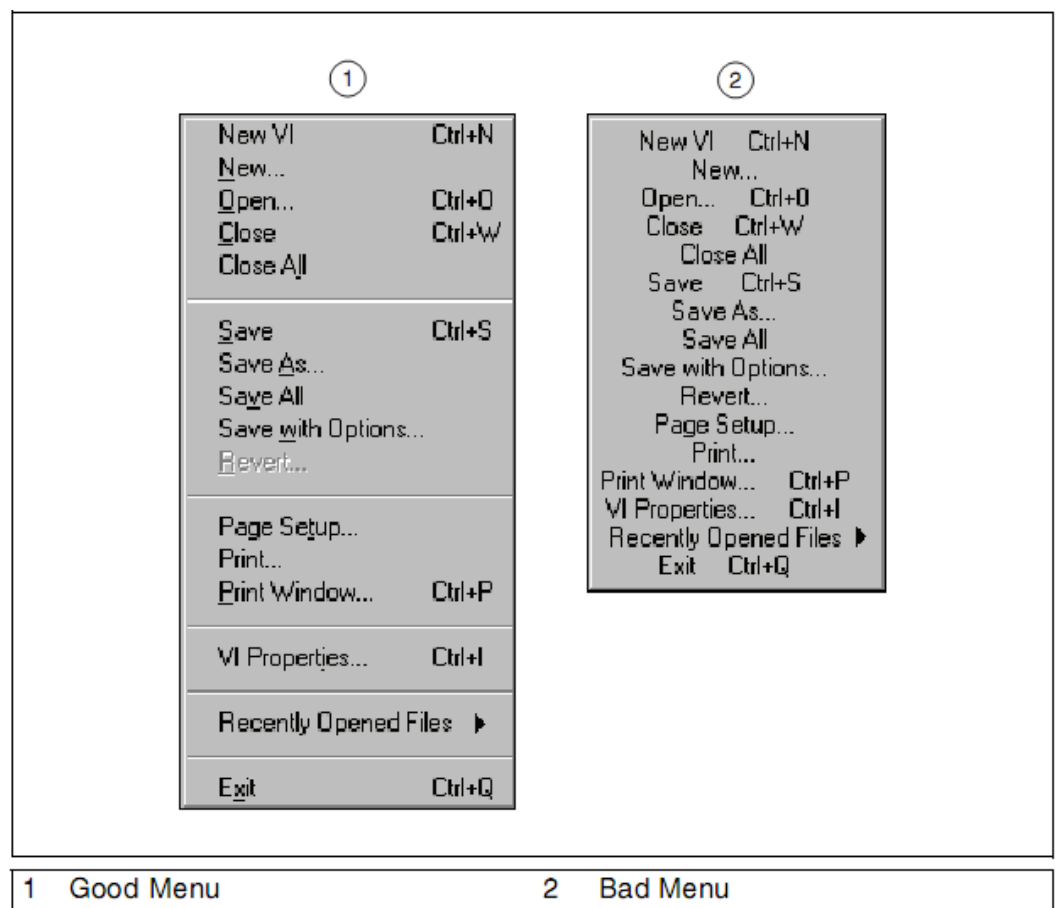

Рисунок 4-3. Пример хорошо и плохо оформленных меню
- Применяйте разделительные линии между разделами меню (рисунок 4-3), чтобы ускорить поиск нужных элементов в разделах и более тесно их сгруппировать.